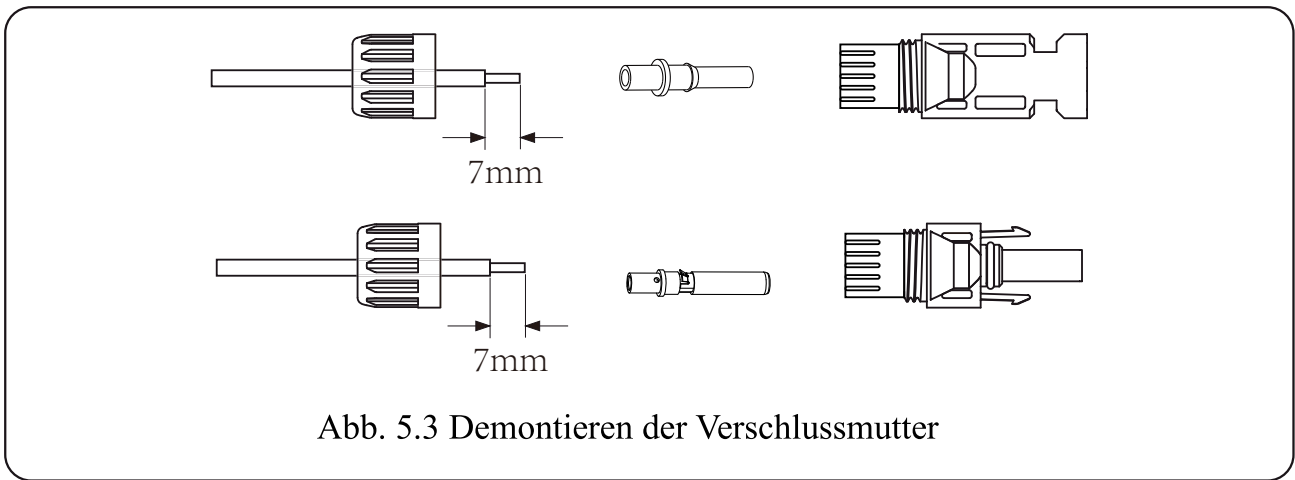

Abb. 5.3 Demontieren der Verschlussmutter
a) Das DC-Kabel ca. 7 mm abisolieren, die Verschlussmutter des Steckers demontieren (Abb. 5.3).